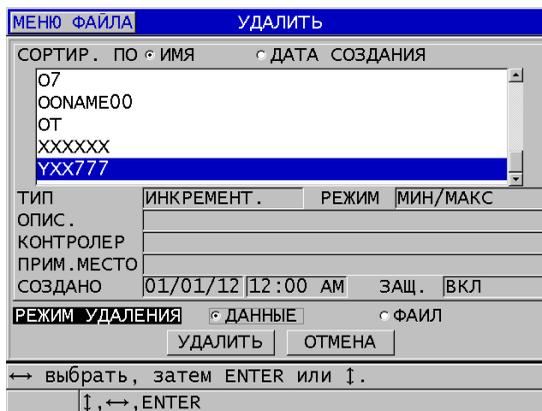

Рис. 11-20 Удаление файла
3. В окне **УДАЛИТЬ** (см. Рис. 11-20 на стр. 211):